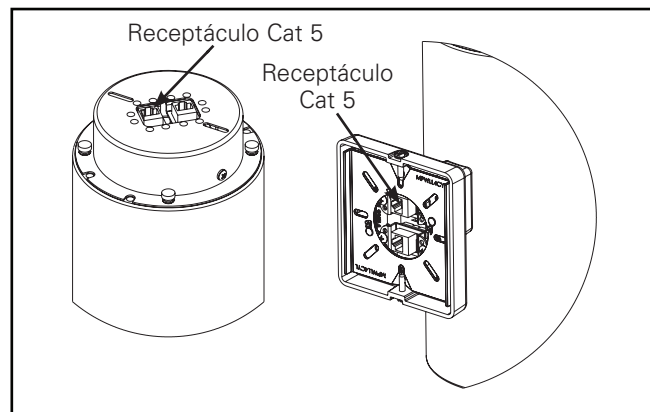

**Figura 7.**
1. Para retirar el brazo de montaje en pared de la luminaria, quite dos (2) tornillos n.º 8.
2. Retire el subconjunto del controlador interno de la luminaria. (Figura 7).